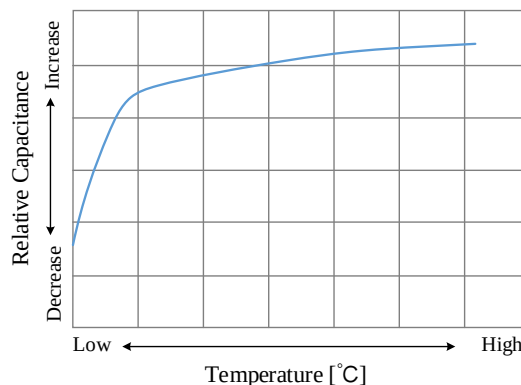
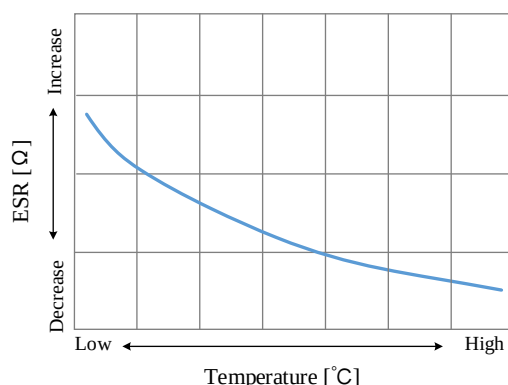

图 15 非固体铝电解电容的容值随温度变化趋势示意
图 16 非固体铝电解电容的 ESR 随温度变化趋势示意
2) **温度特性**: 铝电解电容的容值随温度变化显著。非固体铝电解电容低温下容值下跌, 温度升高容值回升 (如图 15); 同时其 ESR 随温度降低而明显升高 (如图 16)。